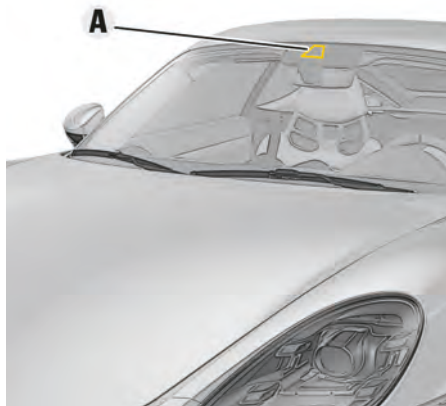

図 207 : カメラの取り付け位置
- ▶ カメラの作動を干渉する物がないことを確認してください。ルームミラーのカメラの視界（図 207 を参照）をステッカーなどで遮らないでください。